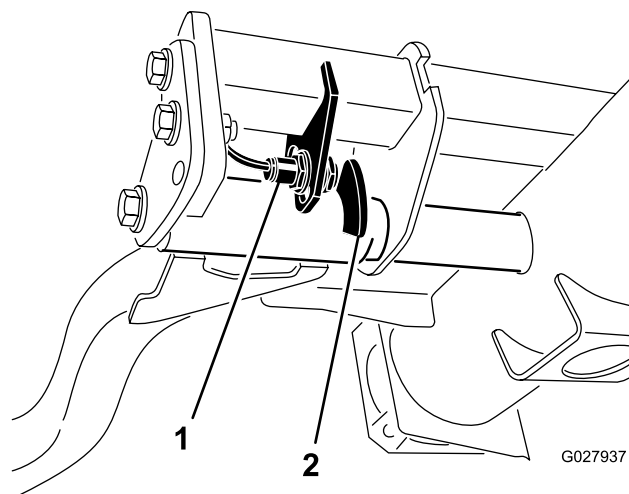

Figura 36
2. El interruptor del brazo de elevación está situado debajo del depósito de aceite hidráulico y detrás del brazo de elevación delantero derecho (Figura 36).
3. Afloje los tornillos de montaje del interruptor (Figura 36) y desplace el interruptor hacia abajo para aumentar